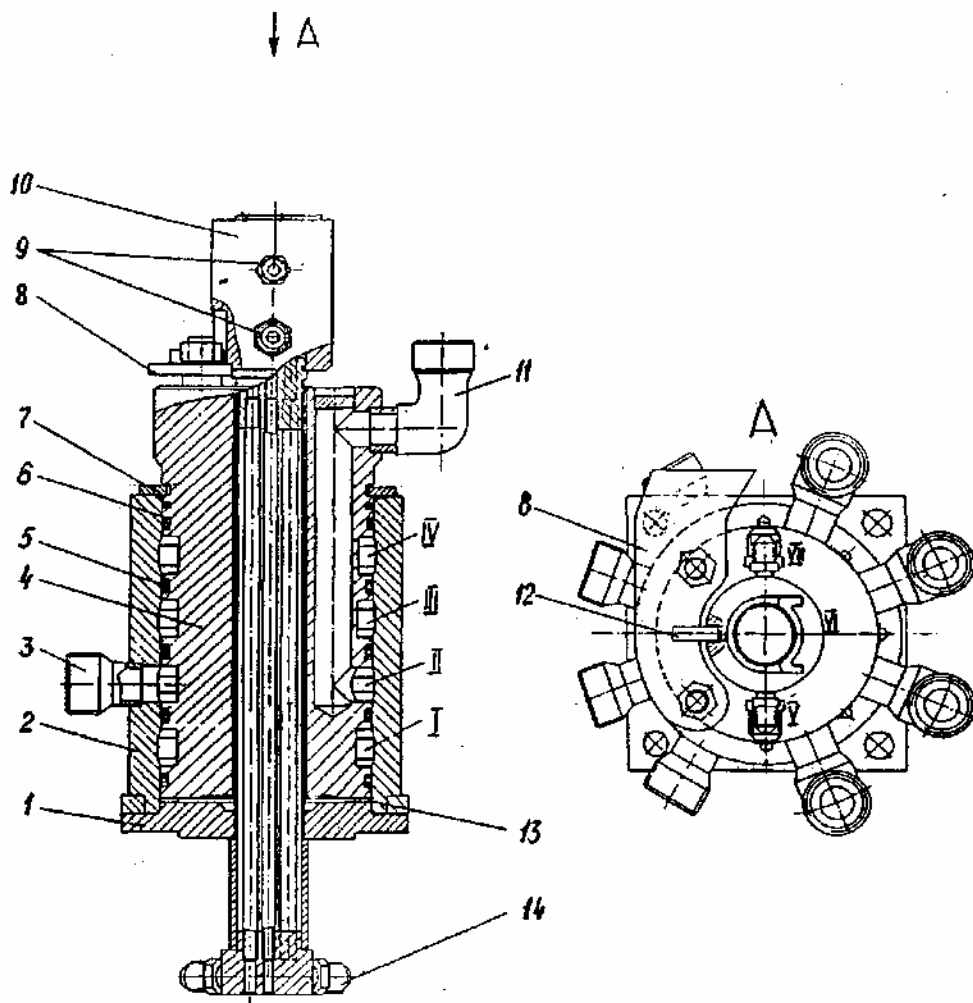

Рис. 34 Центральный коллектор
6. ЦЕНТРАЛЬНЫЙ КОЛЛЕКТОР (рис. 34)